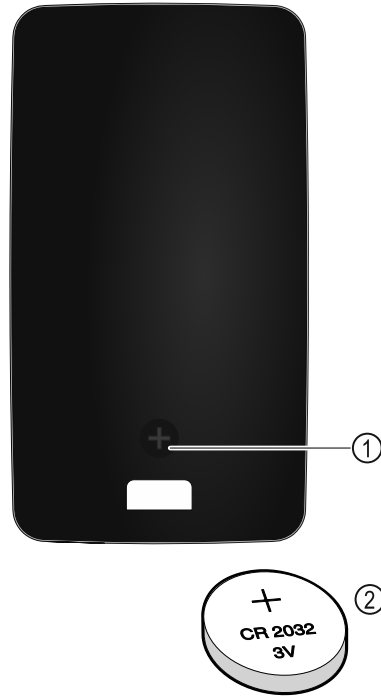

Fig. 141
Kaukosäätimen virransaanti tapahtuu alan liikkeestä saatavalla tyyppin CR 2032 paristolla (3 V:n jännite) Fig. 141 (2).
- ▶ Irrota ruuvi Fig. 141 (1) kaukosäätimen takasivulta.